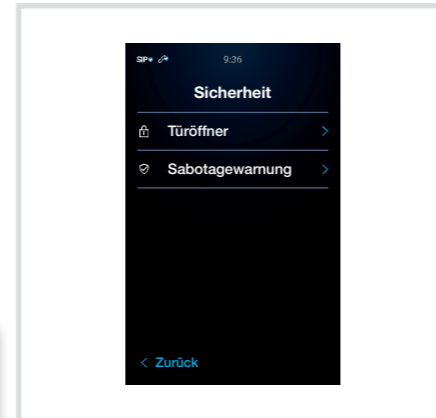

Bild 38: Sicherheitseinstellungen
- zu ändernde Sicherheitseinstellung auf dem Touch-Display wählen und den Anweisungen auf dem Display folgen (Bild 38).